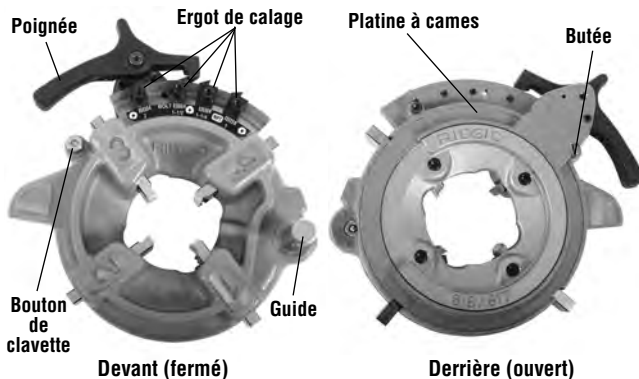

Figure 13 – Tête de filière semi-automatique
- 2 Appuyez sur la poignée pour que la platine à cames vienne reposer contre la butée (Figure 13). L'ensemble platine/poignée est équipé d'un ressort en compression qui le déplace en appuyant sur la poignée.